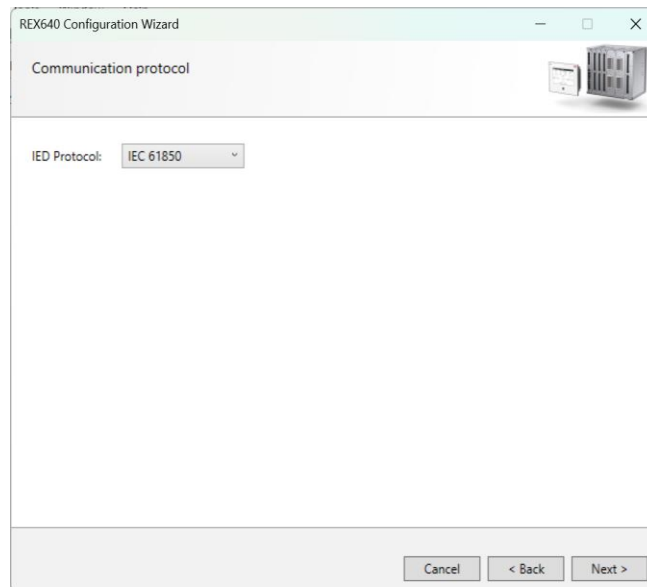

Imagen 24_Selección de norma para relevador REX640.
1.9 Aquí se selecciona la norma con la que se trabajará el relevador, aunque en este caso solo podremos seleccionar la norma IEC 61850 como se visualiza en la **Imagen 24**, después daremos siguiente.